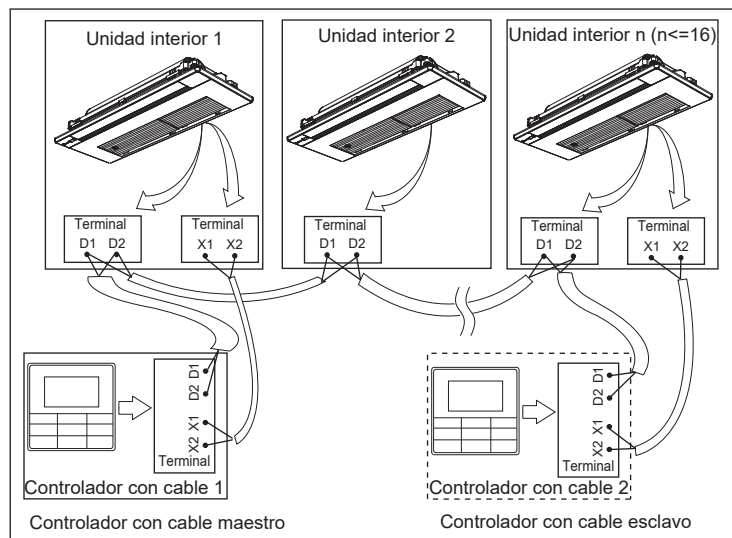

Figura 42
- Utilice 1 controlador con cable para controlar varias unidades interiores o 2 controladores con cable (un controlador maestro y un controlador esclavo) para controlar varias unidades interiores (vea la Figura 42);